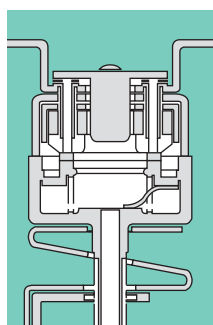

Рис. 1
- В начале процесса отключения главные и дугогасительные контакты находятся в замкнутом положении (рис. 1).
Предохранитель: ограничение тока значительно уменьшает термическое и электродинамическое воздействие к.з. (рис. 1).